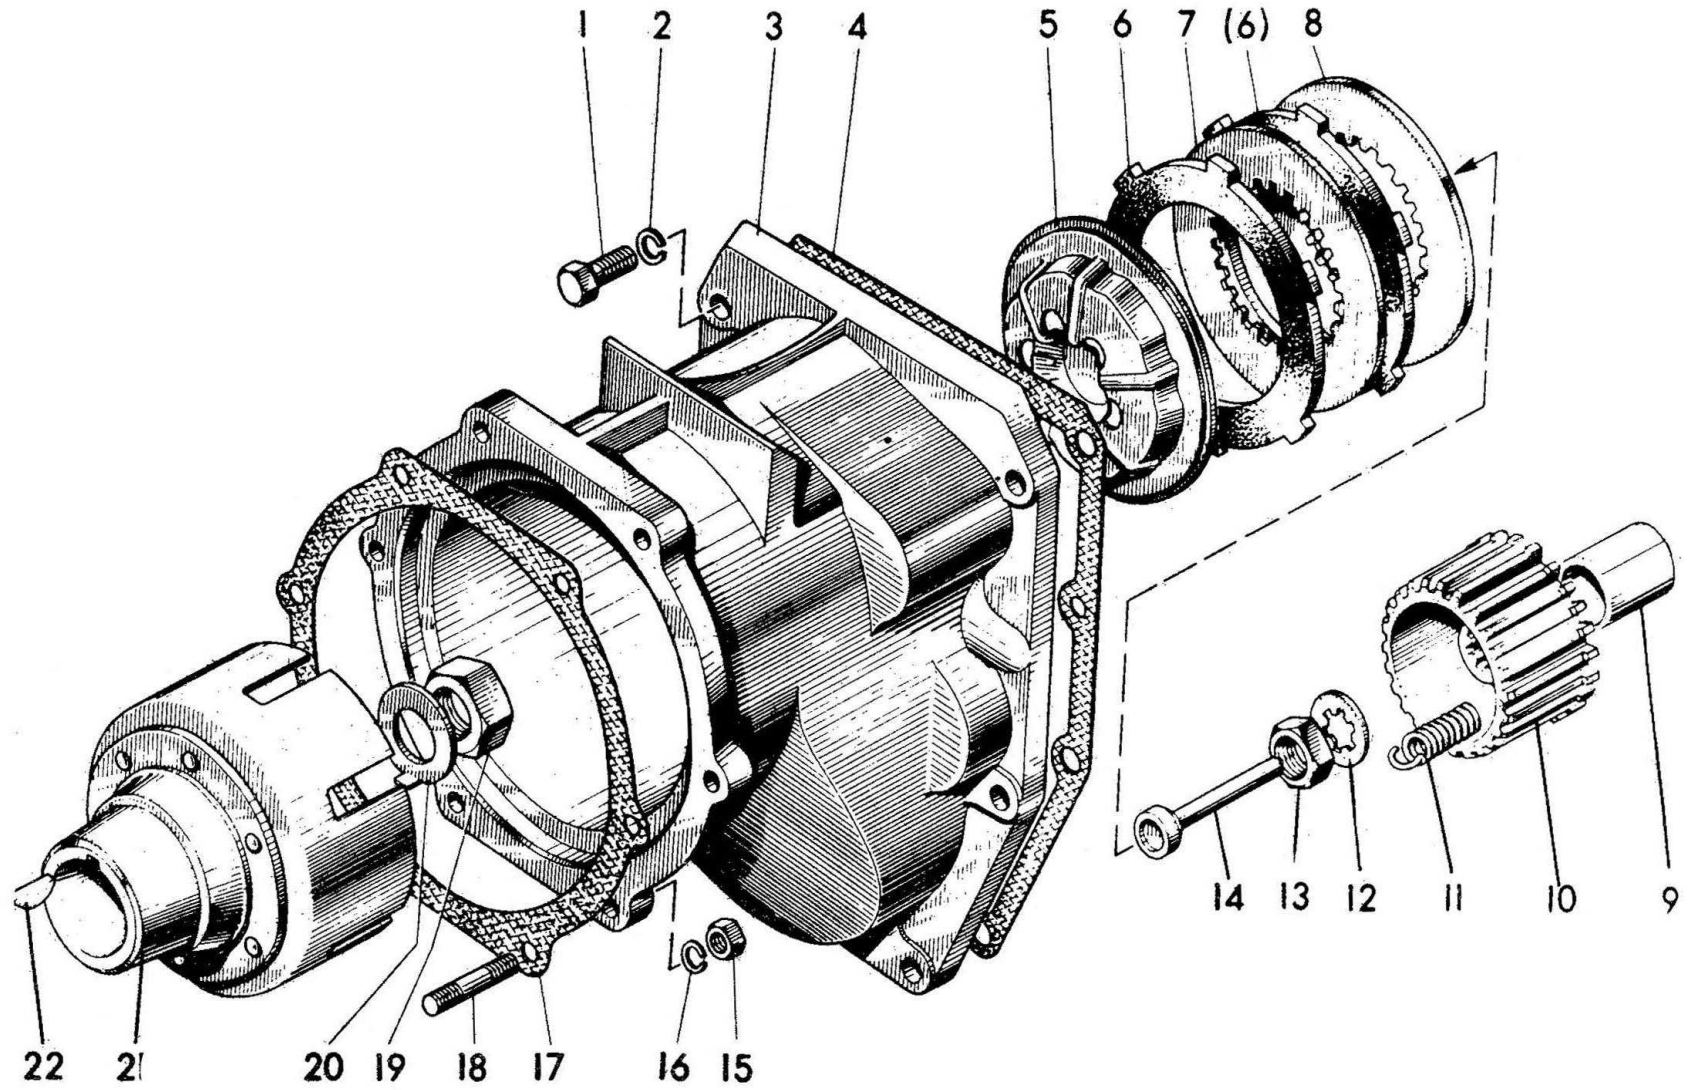

Рисунок 2 – Сцепление
**05-1601. Сцепление (рисунок 2)**